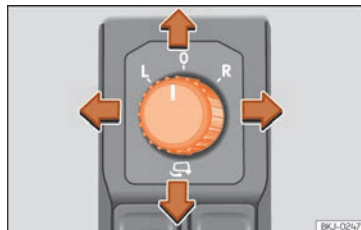

Fig. 148 Mando de los retrovisores exteriores.
1. En primer lugar, gire el mando » **fig. 148** hasta la posición **L (retrovisor izquierdo)**.
- Gire el mando » » » **fig. 148** hasta la posición  para plegar los retrovisores exteriores. Para evitar daños en el vehículo, debería plegar los retrovisores exteriores siempre que utilice un túnel de lavado automático.